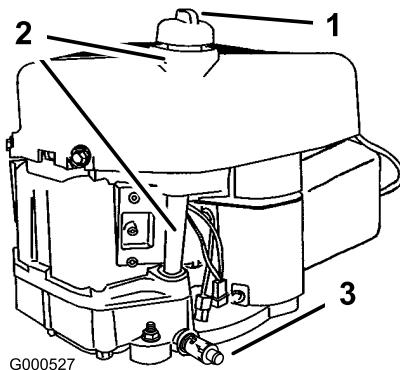

Figura 24
- Pulite attorno all'asta di livello (Figura 24) in modo che la morchia non possa penetrare nel foro di rifornimento e danneggiare il motore.
- Pulite la zona circostante l'asta di livello dell'olio e svitate il tappo (Figura 24).
- Versate lentamente nel tubo di rifornimento (Figura 24) l'80% circa dell'olio indicato.